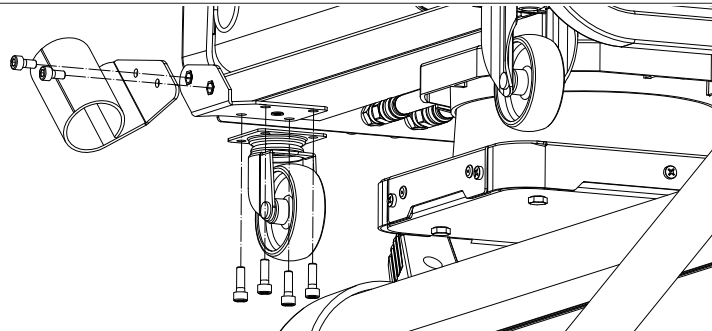

Fig. 21
Nel carrello trainafilo **2** montare la ruota anteriore destra con il porta torcia destro (fig 21).
*In the **2** wire feed unit fit the right front wheel with the right torch holder (fig 21).*
En el carro arrastrahilo **2** coloque la rueda delantera derecha con el soporte derecho de la antorcha (fig 21).